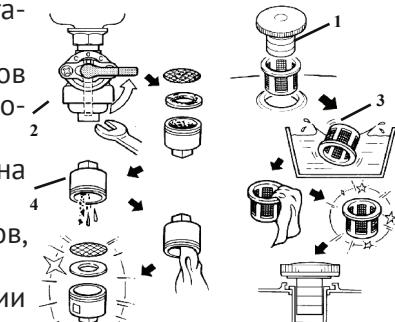

рис. 6
- снимите крышку бензобака (рис.6 поз.1) и колпачок крана подачи бензина (рис.6 поз.2), стараясь не повредить уплотнение;
- удалите загрязнения с фильтров (рис.6 поз.3 и 4) промыванием в растворителе (типа Уайт-Спирит) и продувкой;
6.6.2 Слейте или полностью выработайте имеющееся в баке топливо (слив производится снятием колпачка крана подачи топлива (рис.6 поз.2).